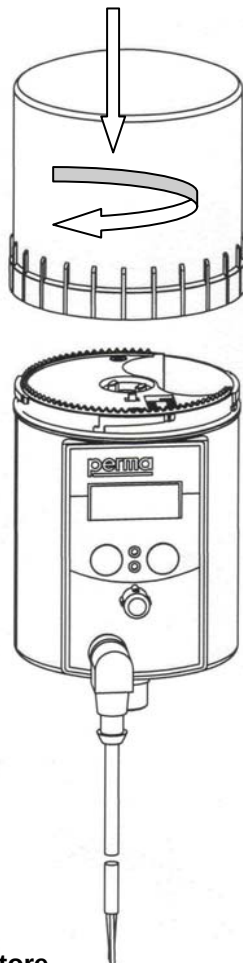

Figura 6
- ◆ Appoggiare l'unità PRO LC con il coperchio sull'azionamento, facendo in modo che il fermo e la ghiera zigrinata delle due parti ingranino (figura 6).
- ◆ Inserire il cavo nel connettore del lubrificatore (vedere figura 6).